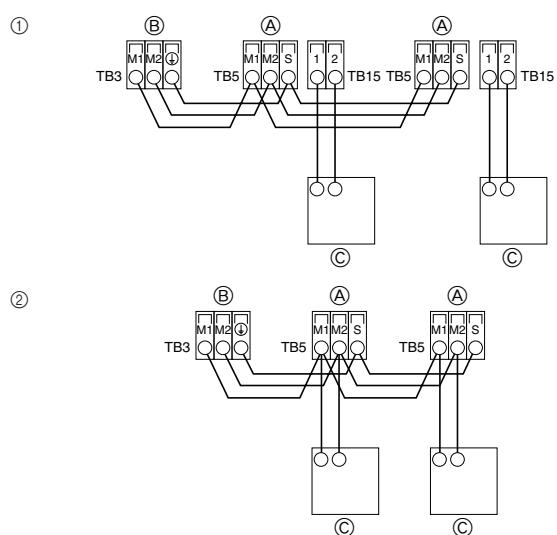

Fig. 4-2
4.2. De afstandsbediening en de transmissiekabels voor het binnenv- en buitenapparaat aansluiten (Fig. 4-2)
① MA-afstandbediening
② M-NET-afstandbediening